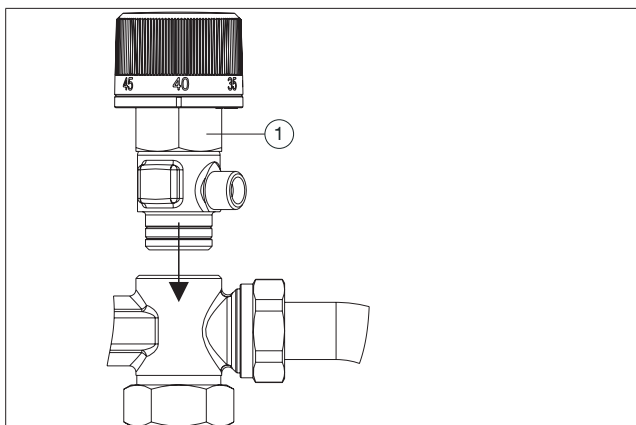

Abb. 11: Einbau Ventil Regudis W-HTO Duo
(1) Überwurfmutter SW 32
(2) Adapter SW 16
7. Schrauben Sie das Ventil in den Verteiler (siehe Abb. 11). Beachten Sie die Ausrichtung des Ventils (die weiße Markierung des Handrads muss nach vorne zeigen). Schrauben Sie das Gehäuse so weit ein, bis der Dichtring vollständig vom Gehäuse verdeckt ist, dann ist die Verbindung selbstdichtend.